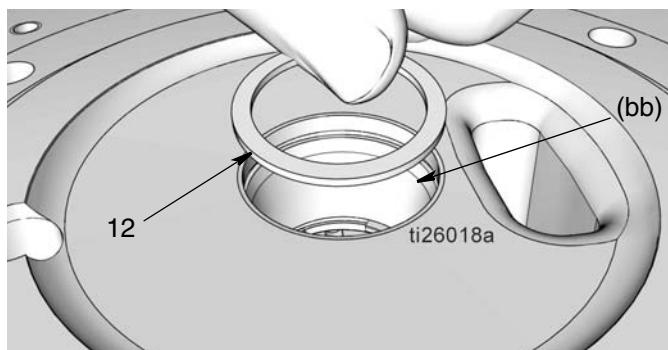

图 32
- b. 检查固定环 (51) 是否在泵底座 (1) 侧面。
- c. 安装垫片 (12)，如 图 32 所示。